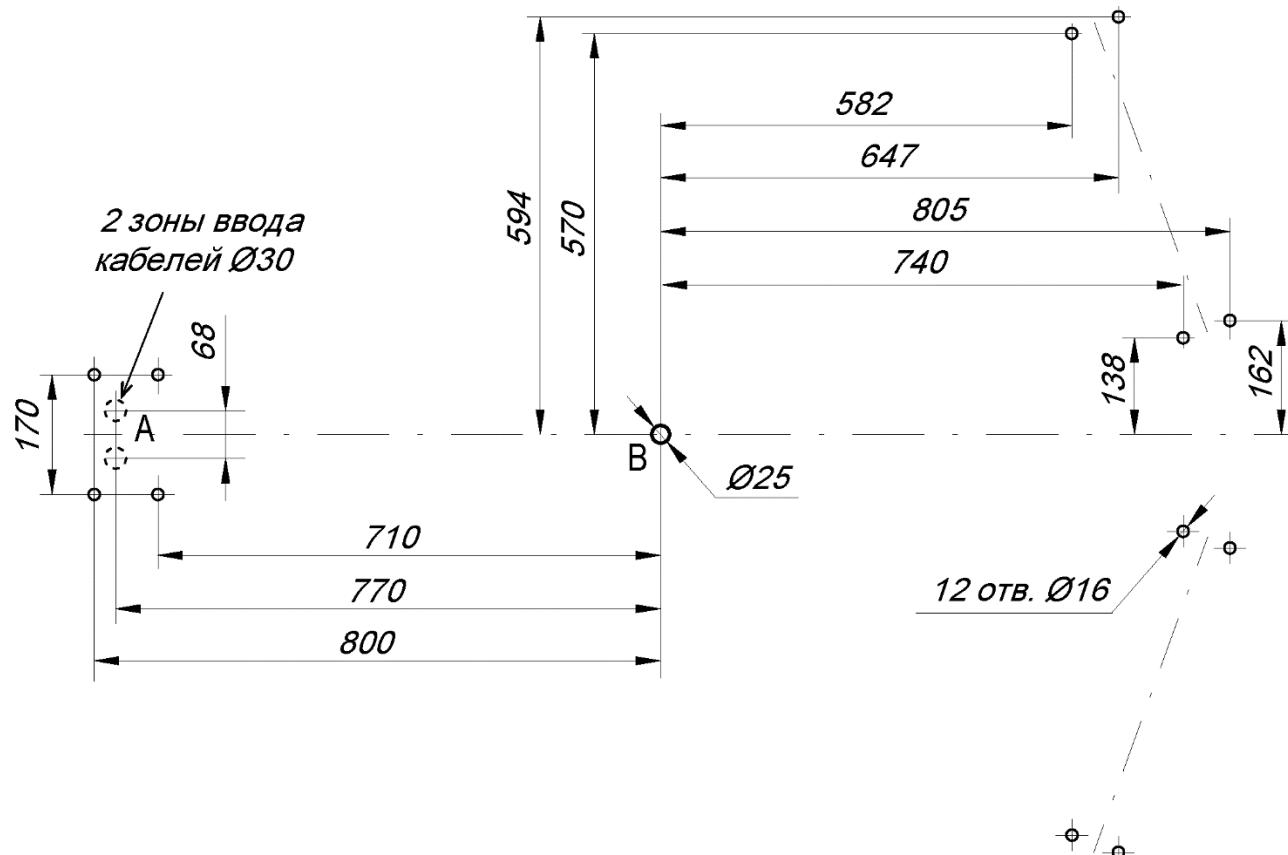
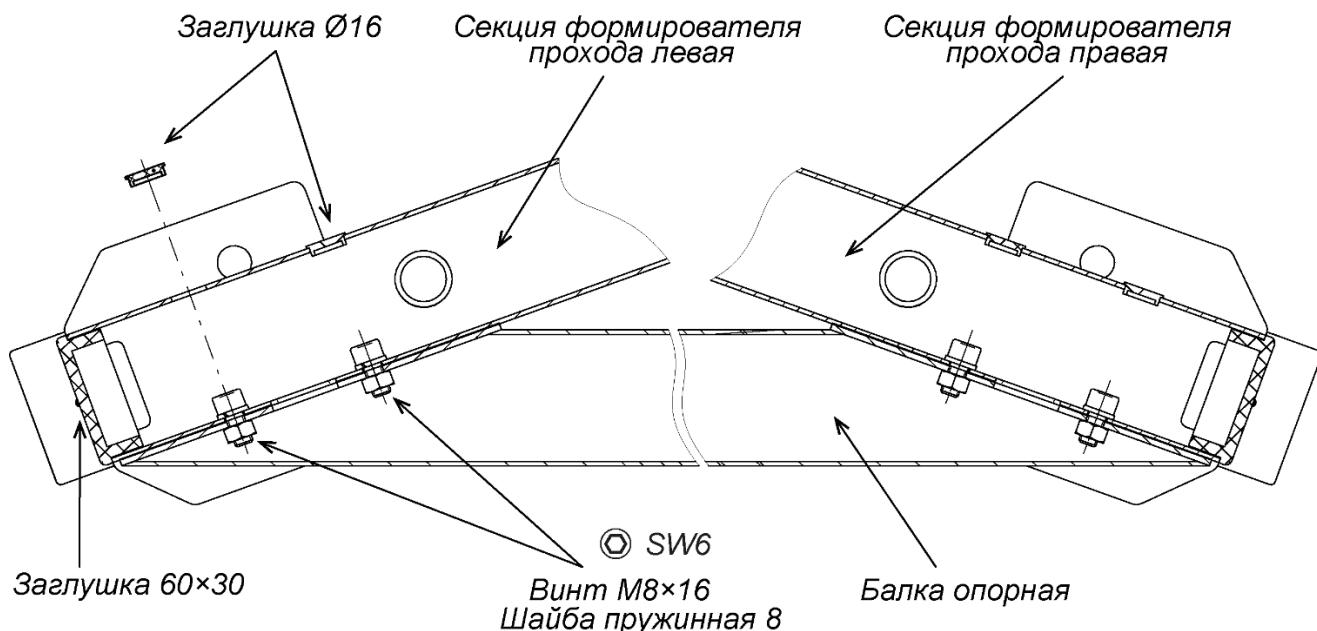

Рисунок 10. Схема разметки для монтажа турникета¹
Рисунок 11. Крепление балки опорной (7) к секциям (6) формирователя прохода
- Выполните на установочной поверхности разметку отверстий для монтажа турникета. Используйте шаблон из комплекта поставки, но затем обязательно проверьте истинность расстояний в соответствии с рис. 10.
- Установите секции (6) формирователя прохода на установочную поверхность, ориентируя отверстия в опорных фланцах по расположению анкеров. При этом левая и правая секции должны быть правильно выставлены и сориентированы: блоки индикации формирователей должны быть развернуты от оси симметрии (см. рис. 10) и учтено расположение на секциях мест крепления опорной балки (см. рис. 11).
9. Установите балку опорную (7) на секции (6) формирователя прохода:
- Закрепите балку опорную на секциях формирователя прохода четырьмя болтами M8×16 (ключ SW6) из комплекта сборочно-монтажных принадлежностей (ящик №4). При уличном монтаже стыки опорной балки с секциями формирователя прохода рекомендуется герметизировать, используя атмосферостойкий силиконовый герметик по инструкции производителя (см. рис. 11).
10. Распакуйте стойку с преграждающими планками (5) (ящик №4).
11. Установите стойку с преграждающими планками (5) (работайте вдвоем!):
- Положите стойку с преграждающими планками (5) на установочную поверхность таким образом, чтобы опорный фланец находился рядом с зоной ввода кабелей. Затем, используя монтажную проволоку, протяните кабели через нижнее отверстие в преграждающей стойке со стороны фланца вверх по стойке до ее верхнего отверстия. Выпуск кабелей на выходе из верхнего отверстия должен составлять 0,8 - 1,0 м. Временно зафиксируйте концы кабелей на верхней планке преграждающей стойки (к примеру, с помощью липкой ленты).
- Установите стойку с преграждающими планками на отверстия с анкерами в установочной поверхности по оси симметрии, при этом фланец должен встать на зону A, а место нижнего узла вращения (3) – на отверстие B с анкером M16 (см. рис. 10).
- Проверьте вертикальность положения ротора с помощью уровня. При необходимости устранимте отклонение от вертикальности путем смещения балки привода (8) в пределах допуска монтажных отверстий под шпильки и болты. Окончательно затяните болты и гайки крепления балки привода.
- Окончательно затяните анкерные болты крепления к установочной поверхности опорных фланцев стойки с преграждающими планками (5) и фланцев секций (6) формирователя прохода. При возникновении перекосов в силовых элементах конструкции турникета допускается использовать монтажные прокладки.
- Закройте пластиковыми заглушками Ø16 отверстия для болтов соединения секций ротора (2) и отверстия крепления балки опорной (7) к секциям (6) формирователя прохода (см. рис. 11 и 18).